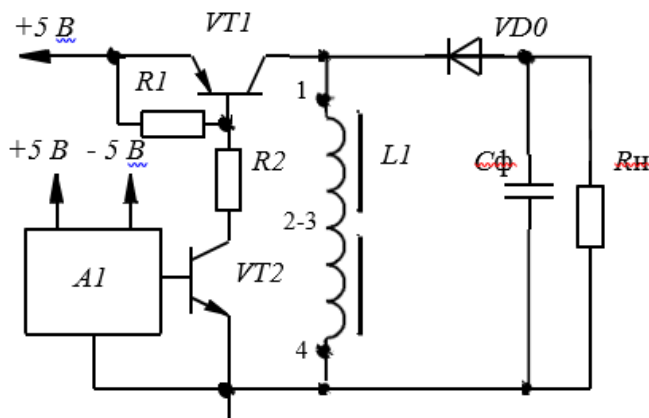

Рис.3
Ознакомиться с теоретическими сведениями и методикой расчета ППИ, схема которого приведена на рис.3. Рассчитать требуемые параметры и выбрать из справочника элементы силовой части преобразователя (ключ $VT1$, диод и конденсатор фильтра). Рассчитать КПД преобразователя учитывая потери в ключе, диоде и дросселе. При расчете принять следующие параметры:
3.1.Собрать на стенде схему регулятора постоянного напряжения в соответствии с рис.3. (ВНИМАНИЕ! Выходное напряжение инвертировано по отношению к входному, и требуется соответствующее включение выходного полярного конденсатора)
5.3.Что необходимо изменить в схеме рис.3, чтобы получить выходное напряжение такой же полярности, относительно общей точки, как и входное?
5.5. Какие изменения в схеме рис.3 позволят получить несколько различных по величине выходных напряжений?